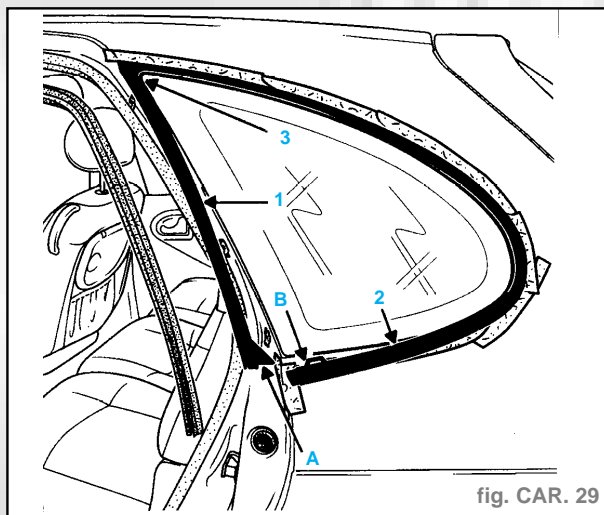

fig. CAR. 29
- Insérer un tournevis plat en (A) et pousser vers le bas l'extrémité avant du bras horizontal de l'enjoliveur, afin de dégager la patte (B) de son logement sous la vitre tout en dégageant avec précaution le brin (1) de son logement (attention cette opération est délicate) (fig. CAR. 29).
- Dégager avec précaution le brin (2).
- Pousser sur les deux brins (1) et (2) vers l'avant du véhicule afin de dégager l'angle (3) de son logement.